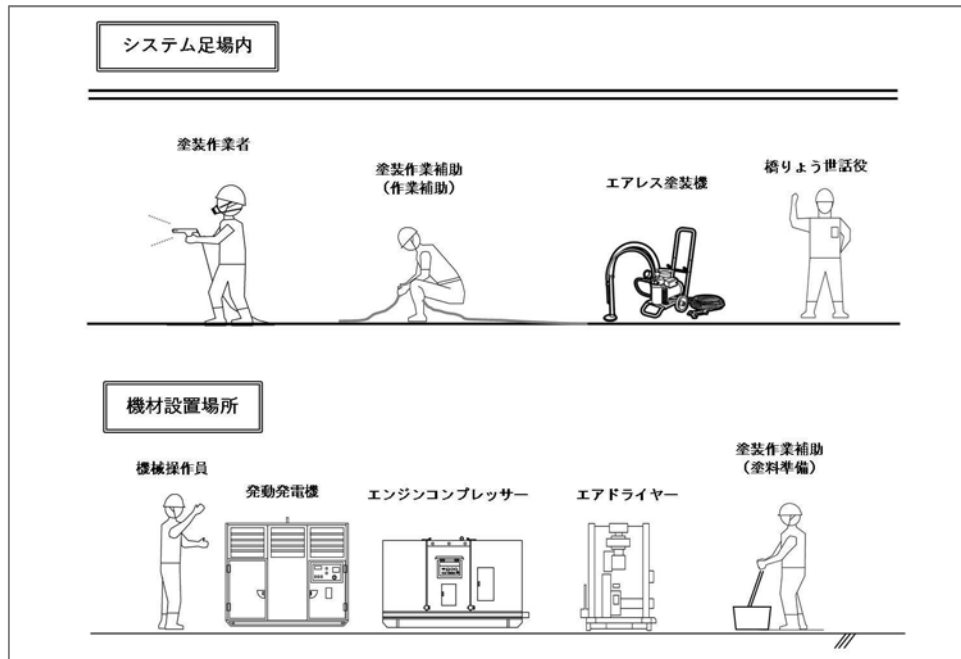

図5-14-5 塗装作業時の標準作業状況（概念図）
③ 下塗 第1層（1回目）
- ・ 上記②「2次ブラスト」を午前施工したブラスト面に、午後、下塗第1層塗装（1回目）を施工。
- ・ 塗装作業における標準的な作業員と主な資機材の配置は、図5-14-5とする。
- ・ 塗装後の研削材・粉塵等の清掃作業については、図5-14-5と同様に行う。
④ 下塗 第1層（2回目）
- ・ 塗装作業における標準的な作業員と主な資機材の配置は図5-14-5とする。
⑤ 下塗 第2層～上塗